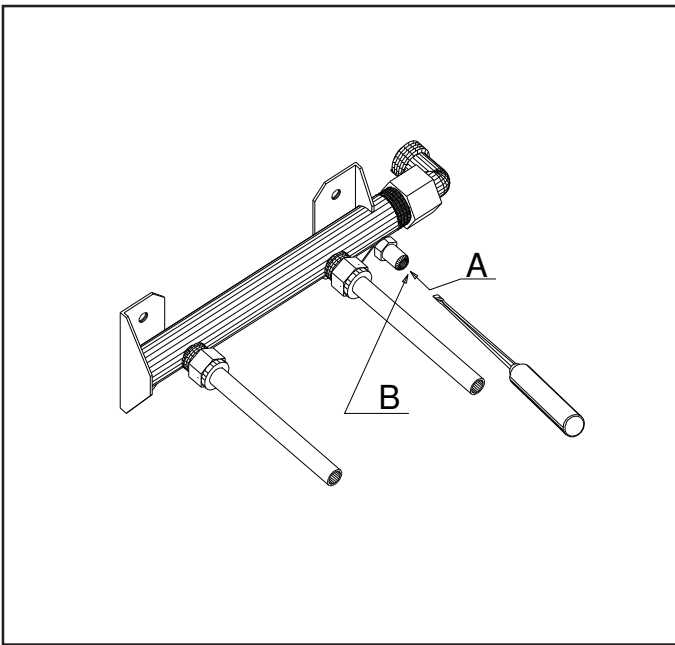

ABB. 1
3.1 KONTROLLE DES VERSORGUNGSDRUCKS (Abb.1)
4.1.1 HAUPTBRENNER (Abb. 1)